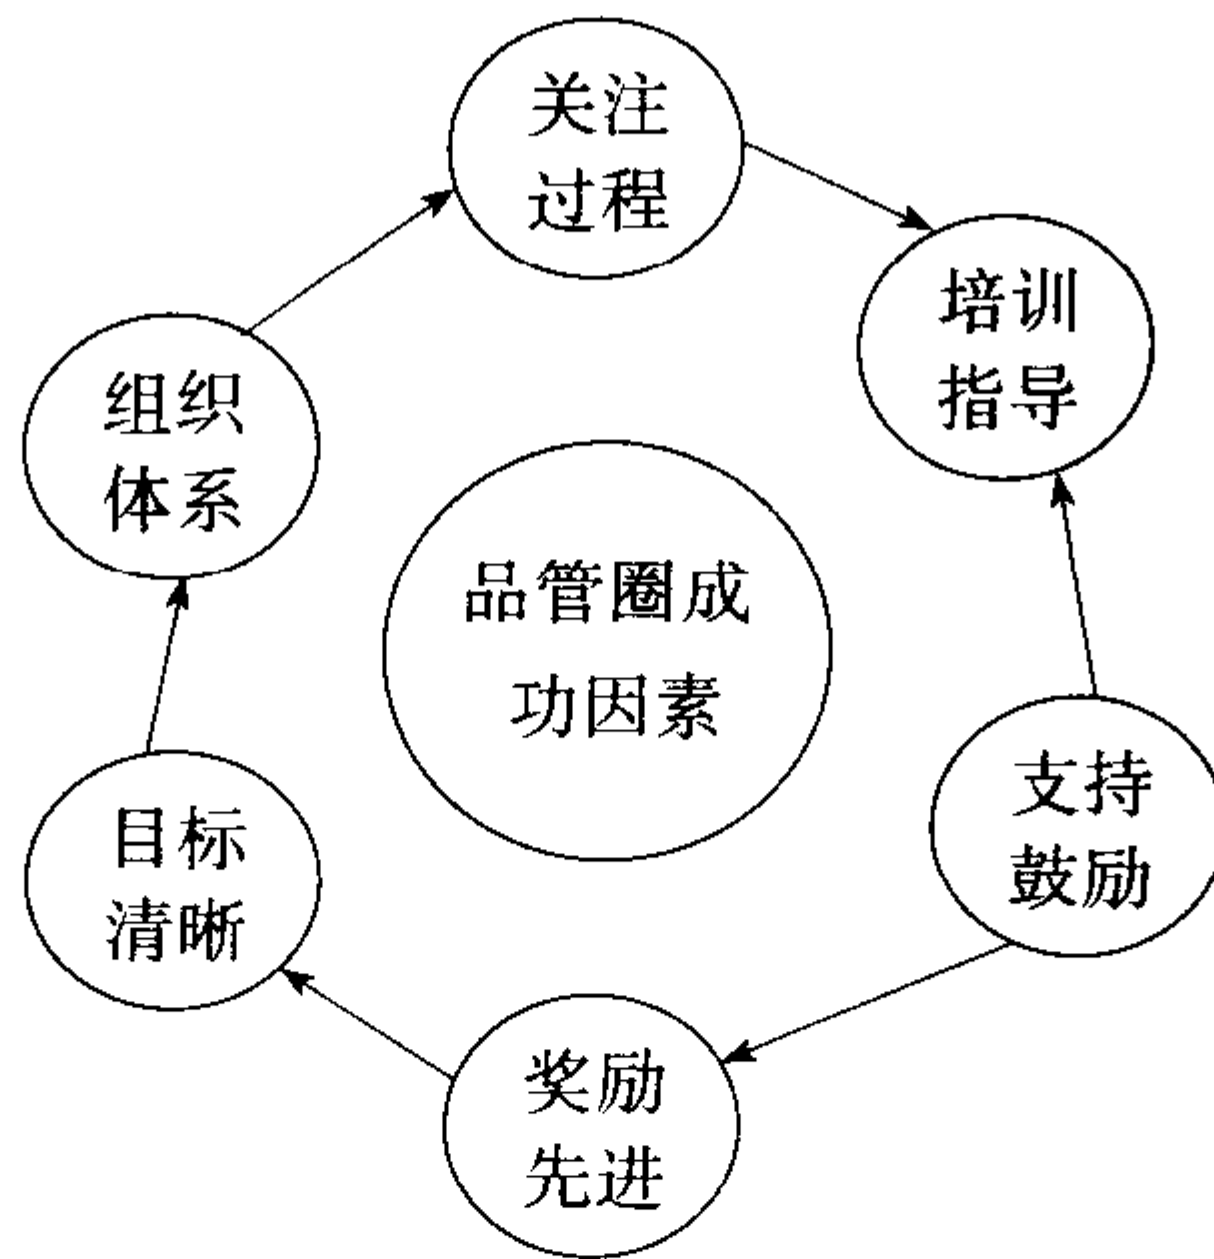

图 1-3
(1) 从高层管理到监督层管理，领导必须对组织的目标有一个明确的认识。公司中的每一个人都必须致力于帮助组织实施这一目标。
(2) 高层管理必须拥有有效处理公司范围内各种问题的能力和组织体系。
(3) 应该重过程，而不仅仅是程序和报告。
(4) 必须对参加品管圈的成员进行合作技能的培训和解决问题的技能培训。
(5) 部门管理层必须对品管圈活动予以支持和鼓励。
(6) 高层管理要及时对先进品管圈进行奖励，如图 1-3 所示。